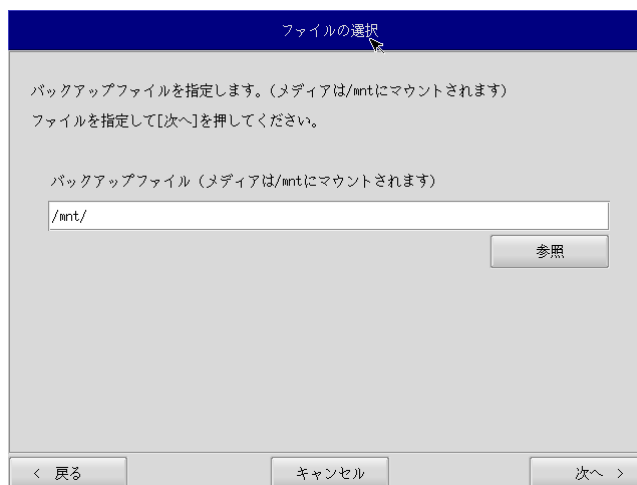

図 6-4-2. ファイル選択画面
- ⑥ ファイル選択画面（図 6-4-2）が表示されます。[参照]ボタンを押します。
- ⑧ ファイル選択画面（図 6-4-2）で指定したバックアップファイルが入力されていることを確認します。[次へ] ボタンを押します。